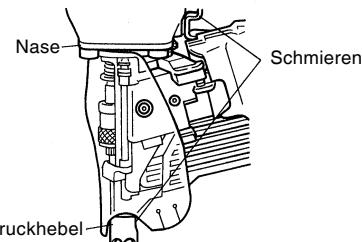

Abb. 20
3. Inspektion des Druckhebels. (Abb. 20)